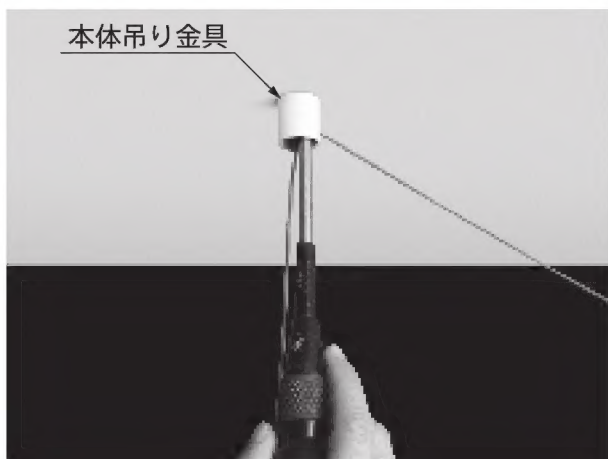

図 4
4. 本体吊り金具に吊り金具キャップをねじ込んで固定します。（図4）